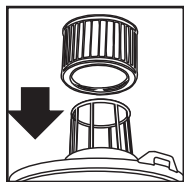

FIGURA 20
33. Con la cubierta del depósito en posición invertida, deslice el filtro de cartucho hacia abajo sobre el alojamiento de la tapa, empujando hasta que el filtro se selle contra la cubierta. **FIGURA 20.**